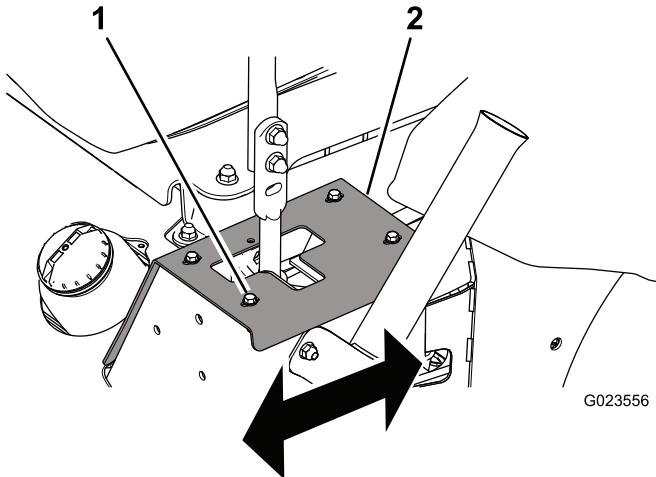

Bild 55
- Wenn sie nach rechts zieht, lösen Sie die Schrauben und versetzen die linke Anschlagsplatte nach hinten, bis die Maschine geradeaus fährt (Bild 55).
- Wenn sie nach links zieht, lösen Sie die Schrauben und versetzen die rechte Anschlagsplatte nach hinten, bis die Maschine geradeaus fährt (Bild 55).
3. Ziehen Sie die Schrauben an, um die Anschlagsplatte zu befestigen (Bild 55).